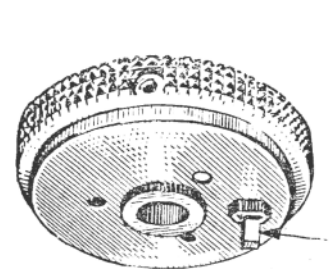

Рис. 322. Заводная головка.
Выдержки устанавливаются так. На нижней стороне заводной головки есть палец (см. стрелку на рис. 322), а
4. Заводная головка вращается, но затвор не заводится. В этом случае установить необходимую выдержку нельзя, потому что головку невозможно установить неподвижно против черты с цифрами. Нужно проверить, цел ли установочный палец, укрепленный на нижней стороне заводной головки, так как случается, что обламывается его конец (см. стрелку на рис. 322). Сломанный палец высверливают, изготавливают новый и устанавливают его на заводной головке. Длина отломанной части пальца составляет примерно 2,2 мм.